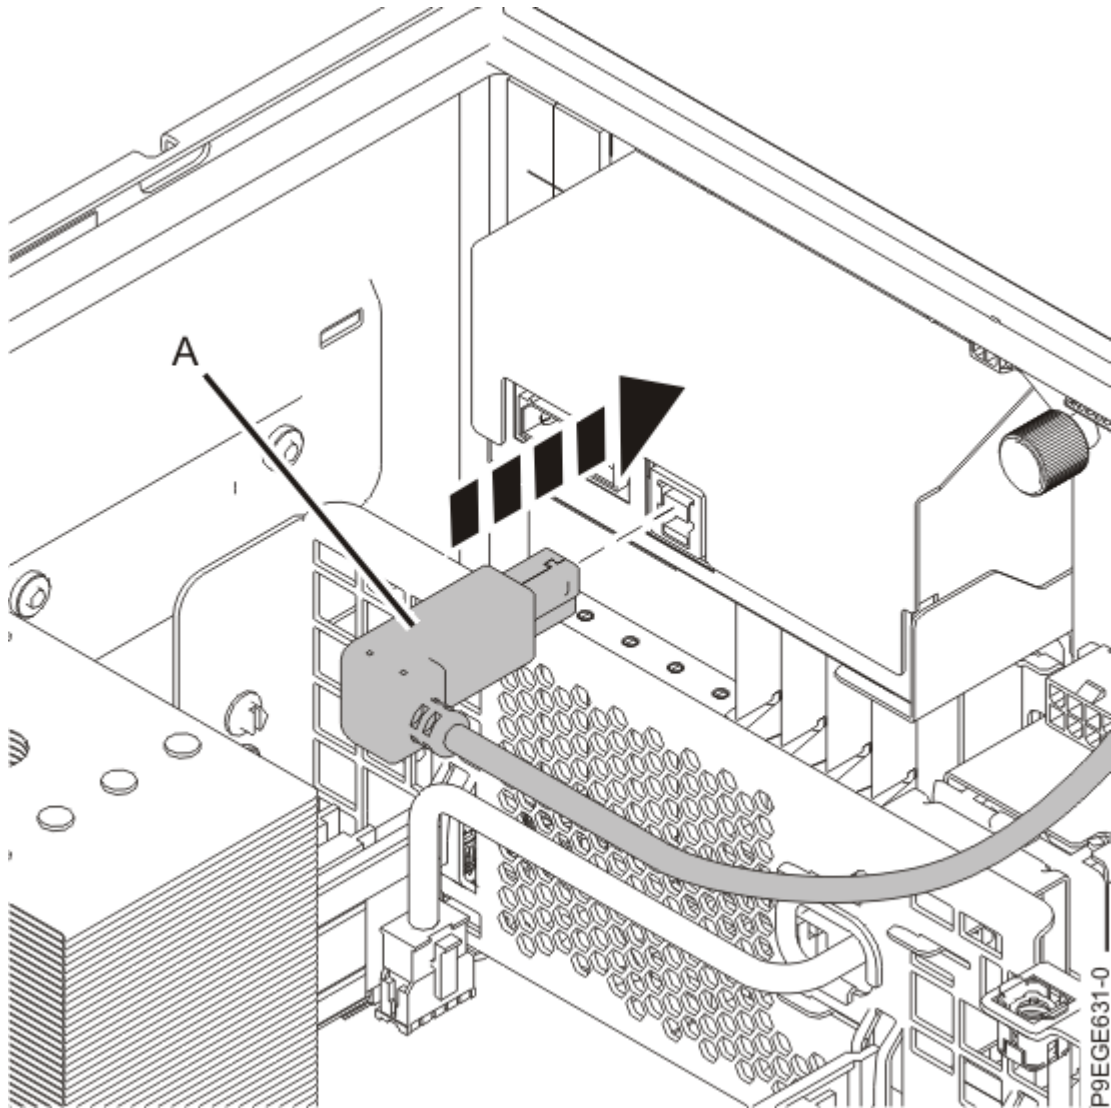

図 31. RDX USB ケーブルの再接続
- e) サーバーに RDX ドッキング・ステーションがある場合は、USB ケーブル **(A)** をその RDX ドッキング・ステーションの背面に接続します (33 ページの図 31 を参照)。